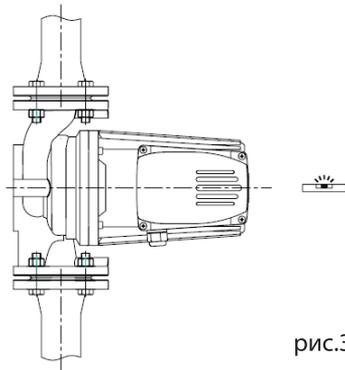

рис.3
**А.** Убедитесь, что валы насоса расположены горизонтально и не испытывают нагрузки (см. Монтажные положения, показанные на рис.3-рис.8).